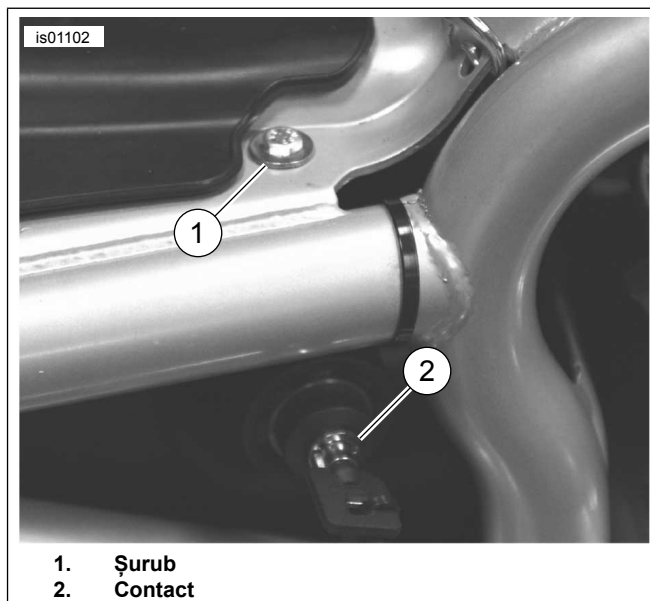

Figura 6. Conexiune la împământare (modelele V-Rod până în 2006)
1. Consultați Figura 6. Scoateți șurubul (1, sub șa) care fixează contactul (2) la partea dreaptă a cadrului.